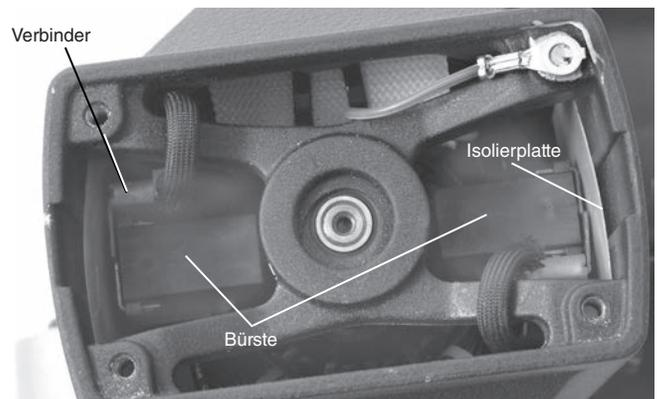

Abbildung 28 – Ersetzen der Bürsten – Ausbau der Motorabdeckung
3. Ziehen Sie die Motorbürsten mit einer Zange gerade heraus. Trennen Sie den Stecker. (Siehe Abbildung 28)